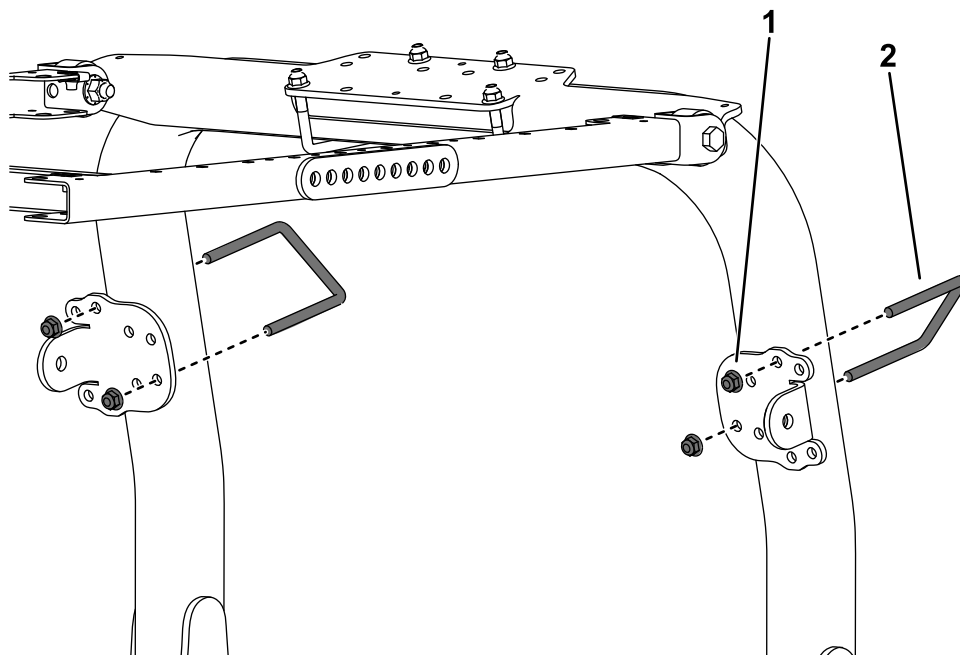

Рисунок 32
9. Используя монтажные отверстия, показанные на Рисунок 32, прикрепите, не затягивая, все кронштейны подпорок к стойкам защитной дуги с помощью U-образного болта (3 1/8 x 5 дюймов) и 2 фланцевых гаек.